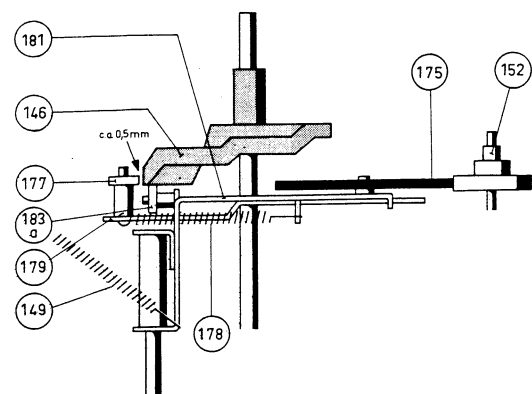

Bild 6
- 5) Die Rolle 177 auf Schieber 179 mit Hilfe der Arretierplatte 142 so einstellen, dass zwischen dieser Rolle und der Aussparung im Schaltnocken 0,5 mm Spielraum vorhanden ist (Bild 6). Das Zwischenrad 175 muss gut an dem Schwungrad und an der 19 cm/sec-Stufe des Pulleys anliegen.
Kontrolle: Das Gerät nacheinander auf 9,5; 4,75 und 2,4 cm/sec umschalten. Das Zwischenrad 175 muss in allen Stellungen gut an dem Pulley 152 und dem Schwungrad 98 anliegen und immer in der Mitte der entsprechenden Stufe des Pulleys stehen. Der Abstand zwischen Rolle 177 und dem Schaltnocken muss immer 0,5 mm betragen (nicht in den "0"-Stellungen). Das Zwischenrad 175 muss horizontal stehen. In Stellung 2,4 cm/sec muss das Zwischenrad mehr als 1 mm unter dem oberen Rand des Schwungrades bleiben. In den drei "0"-Stellungen muss das Zwischenrad frei von dem Pulley sein (Bild 6).